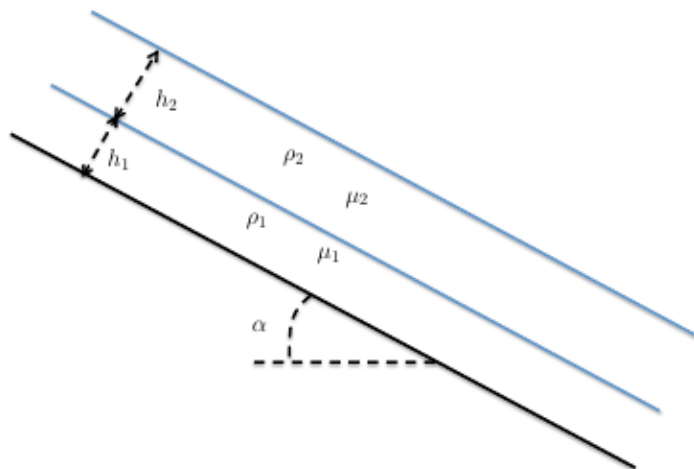

Figura 5: Líquidos inmiscibles sobre un plano inclinado.
5. **LIQUIDOS INMISCIBLES.** Por acción de la gravedad dos líquidos inmiscibles de densidades $\rho_1 > \rho_2$ y viscosidades μ_1 y μ_2 fluyen sobre un plano inclinado α en relación a la horizontal. Suponiendo que el movimiento es unidireccional, con espesores h_1 y h_2 constantes (ver figura 5), se pide: